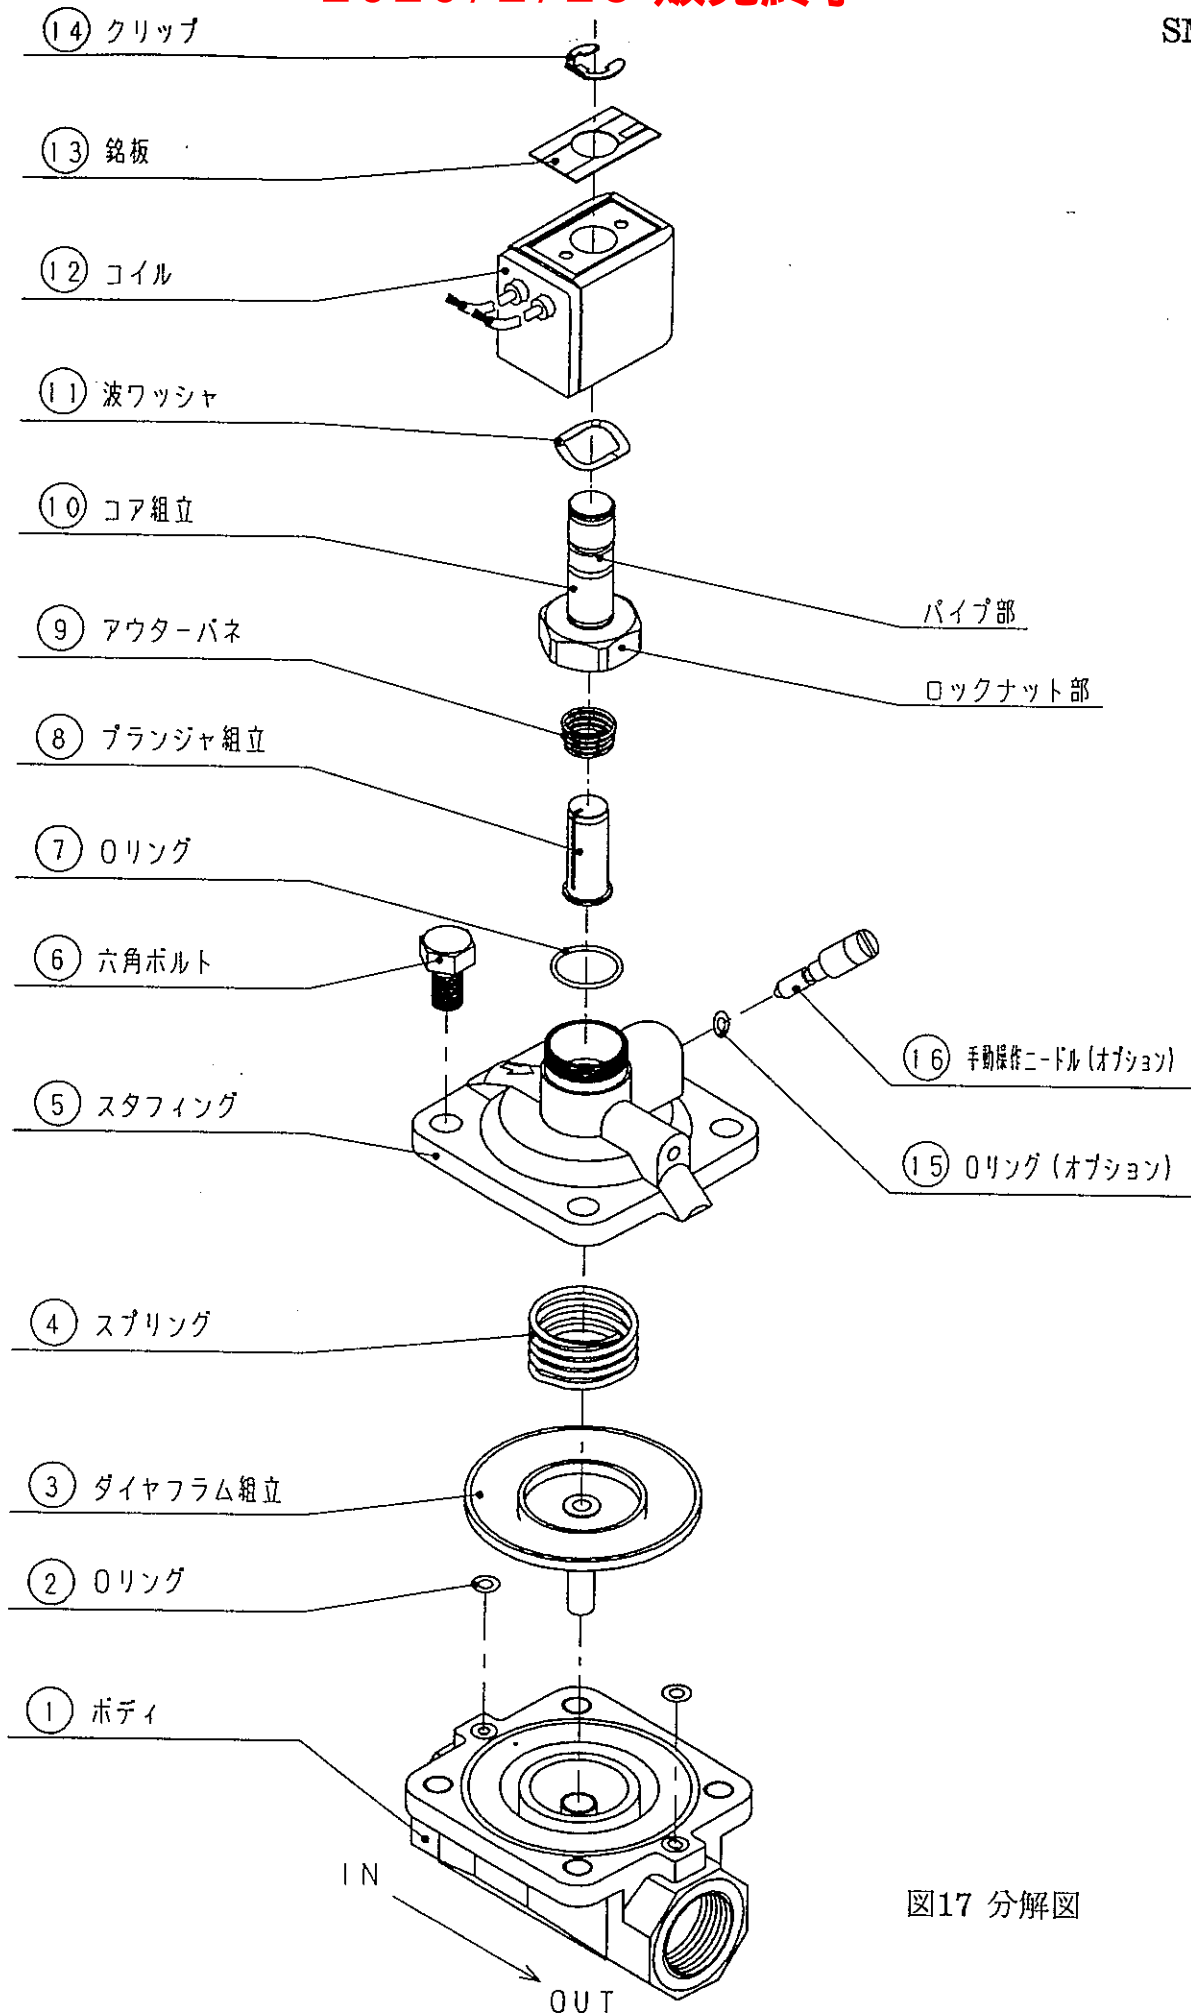

図17 分解図
分解・組立は図17 分解図を参考に行なってください。
- (1) 保守部品として下記のをキットにして用意していますので、部品に異常が認められた時は、速やかに交換してください。(図17 分解図参照)